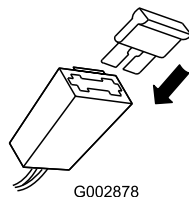

Figura 30
2. Introduzca el fusible en el portafusibles (Figura 30).